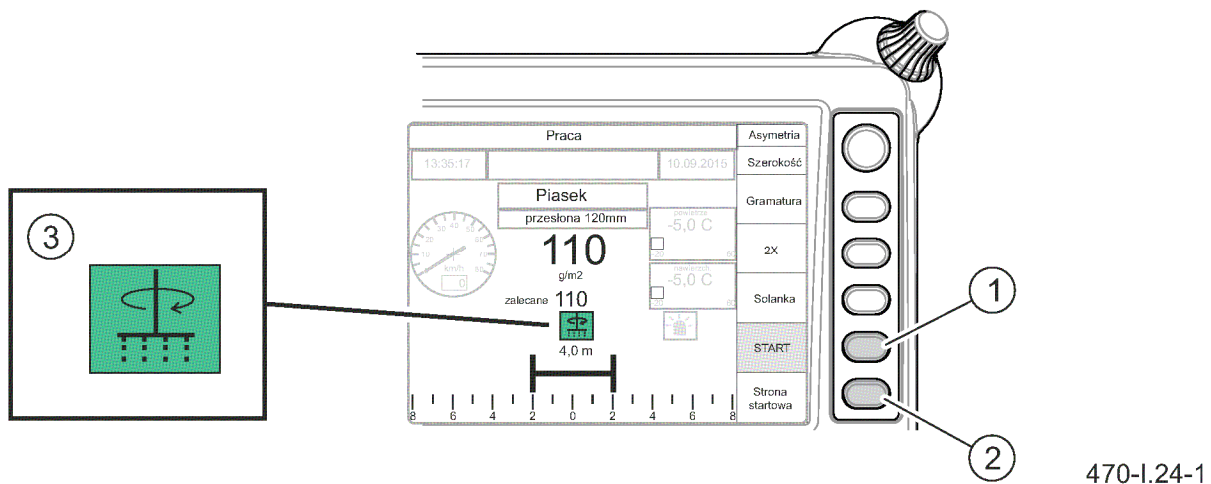

РИСУНОК 4.23 Припинення поширення
(1) - кнопка вмикання/вимкнення розкидання; (2) - кнопка повернення на головну сторінку; (3) - індикатор увімкнення розкидання
На робочій сторінці «Робота» панелі керування (РИСУНОК 4.23) кнопкою (1) вимкнути розкидання. Після зупинки приводу розкидального диска та стрічкового конвеєра індикатор (3) згасне. Потім кнопкою (2) перейти на стартову сторінку «Пуск».